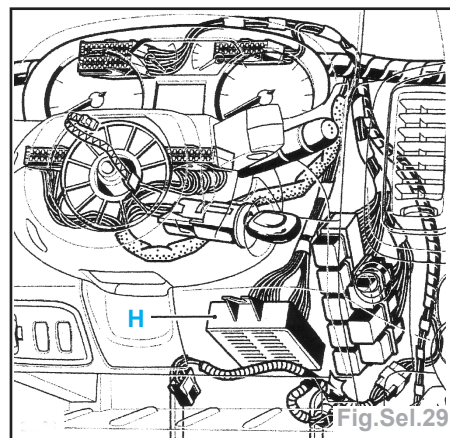

Fig.Sel.29
- Débrancher l'unité centrale habitacle (H) (elle se situe à proximité de la colonne de direction) (Fig.Sel.29).